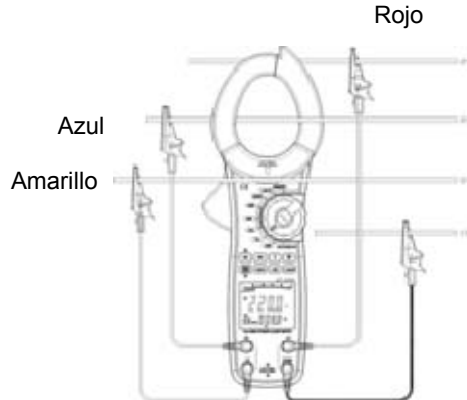

Figura 6
- Cuando mida 4 conductores trifásicos conecte el medidor como la figura 6.
En la figura 6 $\Sigma W = W1 + W2 + W3$.
3. Para el método de conexión trifásico de 4 conductores y trifásico de 3 conductores vea la figura 6 y 15.